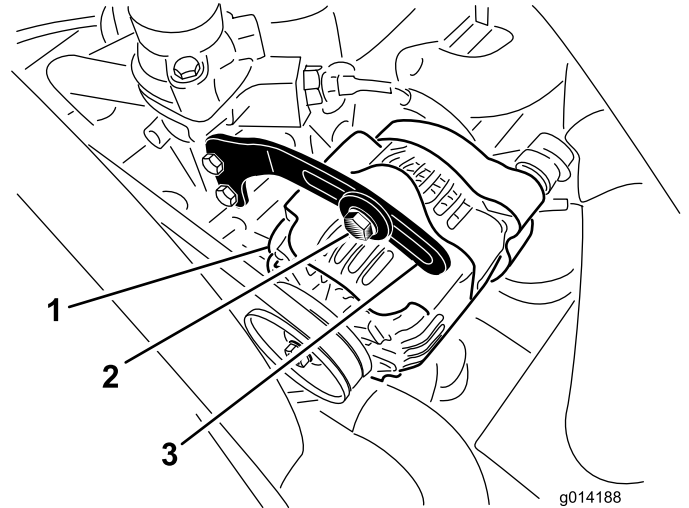

Figura 49
2. Verifique a tensão da correia do alternador, premindo-a (Figura 49) até metade entre as polias do alternador e do cárter com uma força de 10 kg.
3. Desaperte o parafuso que prende o suporte ao alternador (Figura 49) e o parafuso da articulação do alternador.